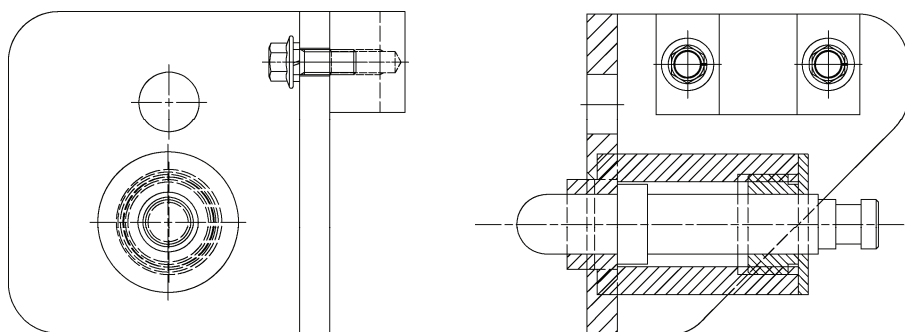

图 7-52 创建相关隐藏位置
18) 为“连接板”零部件的“前视图”创建相关隐藏位置, 选择“套筒”的“前视图”为前景; 再为“支架总装”零部件的“左视图”创建相关隐藏位置, 选择“套筒”的“左视图”为前景。创建好的隐藏位置如图 7-52 所示。